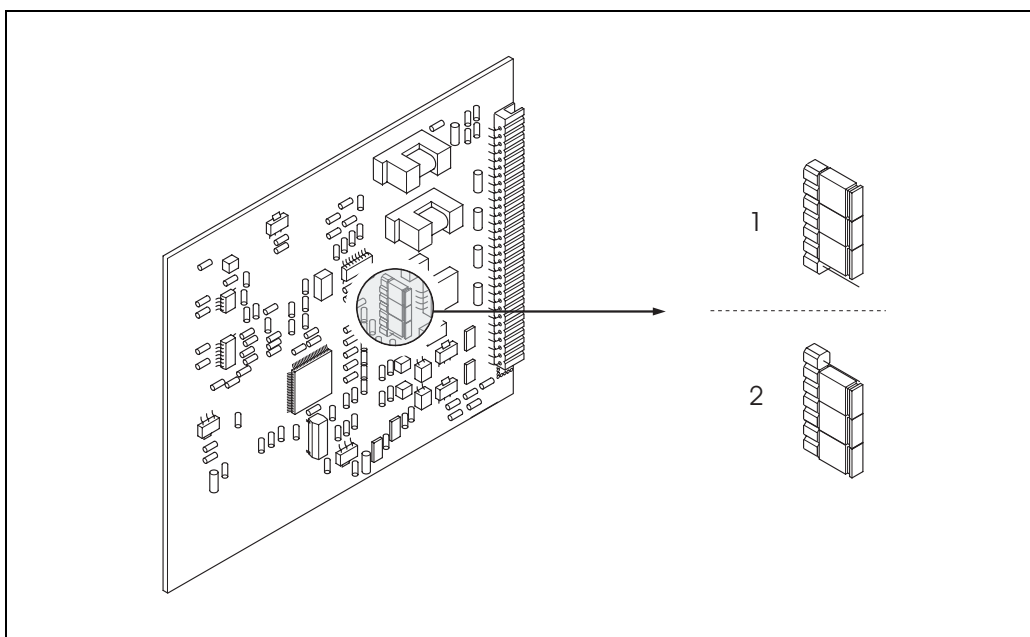

Fig. 28: Configurando a saída de corrente (placa I/O)
3. Ajustar os conectores de acordo com a Fig. 28